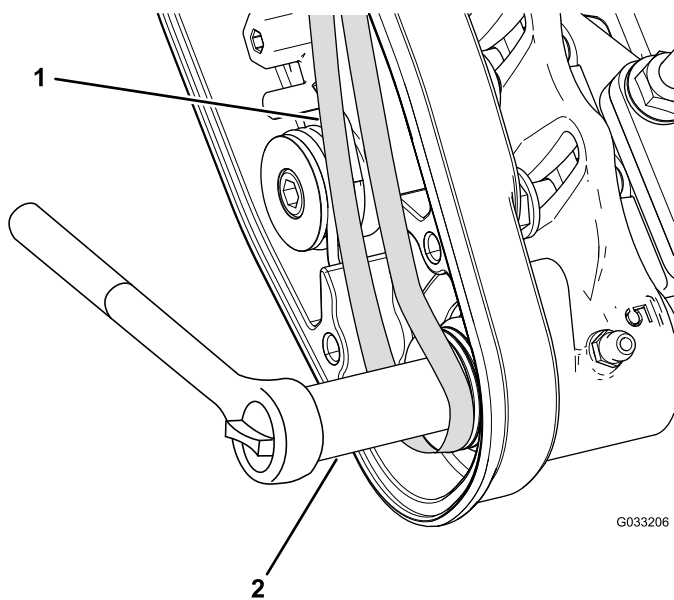

Figure 27
- C. Avec une clé à douille profonde (9/16 pouce), tournez la brosse et guidez la courroie sur la poulie menée (Figure 27).